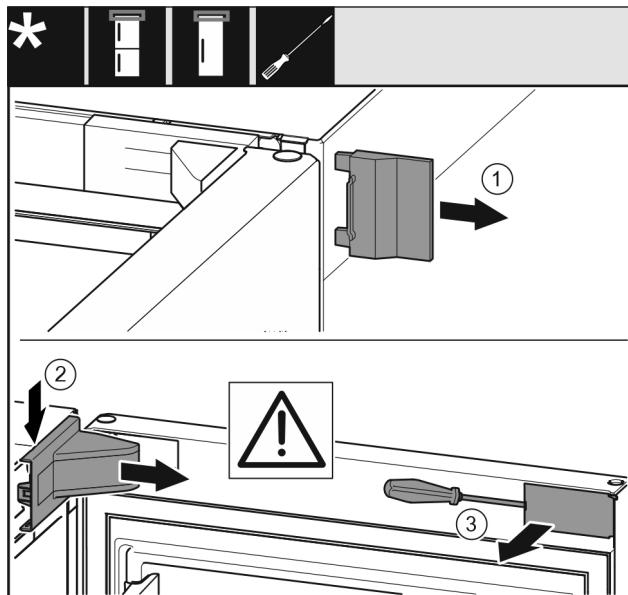

Fig. 7
- Skinite vanjski poklopac Fig. 7 (1).
- Podignite i skinite pokrov podloška ležaja Fig. 7 (2).
- Odvijačem s ravnom glavom odvojite masku Fig. 7 (3) i zakrenite je na stranu.